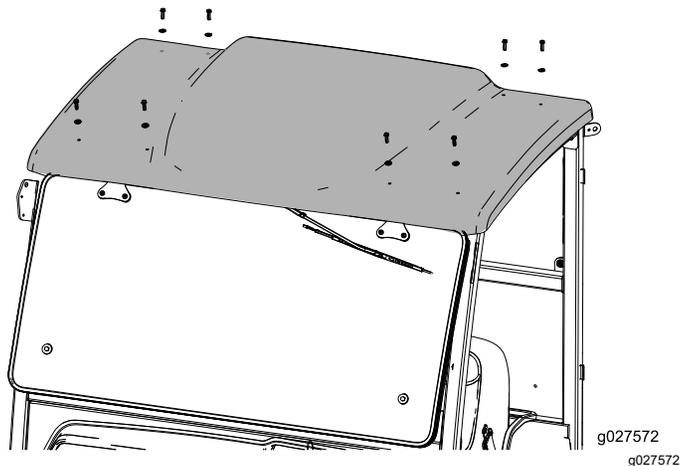

Рисунок 1
5. Выверните болты крепления верха кабины (Рисунок 1) и осторожно поднимите верх кабины.
Примечание: Кабина машины может несколько отличаться от изображенной на рисунке. Возможно, потребуется вывернуть большее количество болтов, чем показано на Рисунок 1.